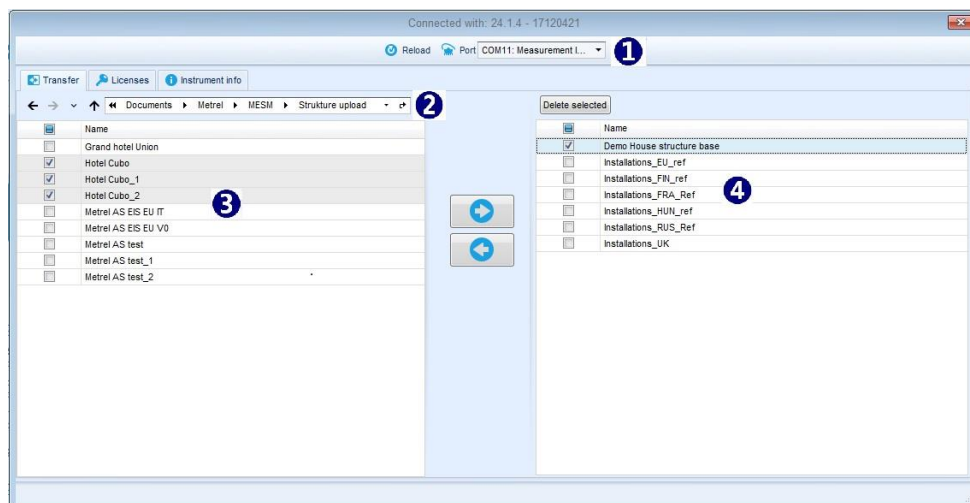

Abbildung 8.4: Menü der Registerkarte Übertragen des Fensters Verbinden
- **Connect**: Öffnet ein Menüfenster (**Abbildung 8.4**) zur Verwaltung der Übertragung von Gruppen von Datenstrukturdateien zwischen dem angeschlossenen Gerät und dem PC. Das Fenster enthält die Registerkarten Transfer, Lizenzen und Geräteinfo.